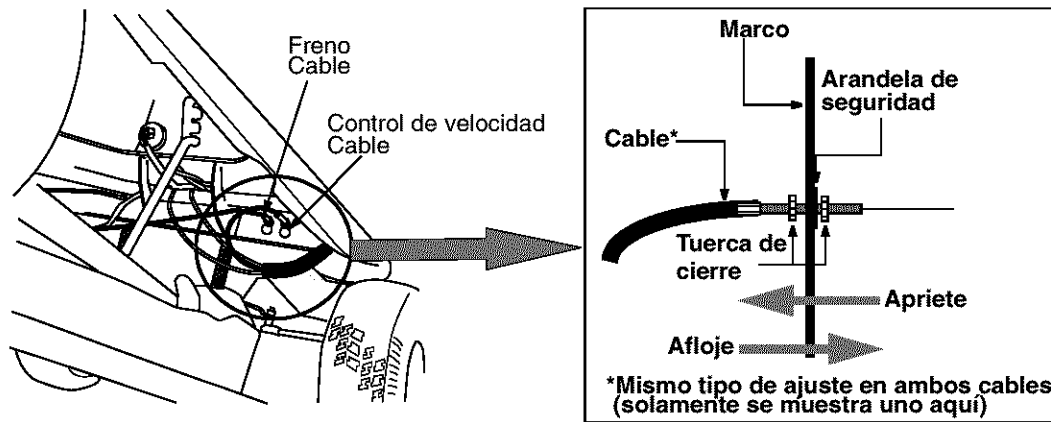

Figura 12
El ajuste en el pedal de freno se hace en el extremo del cable. Vea Figura 12.
6. Localice el cable de frenos del lado derecho bajo el alojamiento delantero. Vea Figura 12 .
7. Use un par de llaves de 1/2" para aflojar las tuercas de cierre y ajustar el cable, haciéndolo para atrás para apretarlo o hacia adentro para aflojarlo. Vea Figura 12 .
El ajuste en el pedal de avance se hace en el extremo del cable. Ver Figura 12 .
5. Localice el cable de control de velocidad bajo el alojamiento delantero. Ver Figura 12 .
- Quite la cubierta negra del marco de montaje. Vea la Figura 12. Acceda a la palanca del regulador del carburador y al tornillo de velocidad al vacío desde esta abertura.